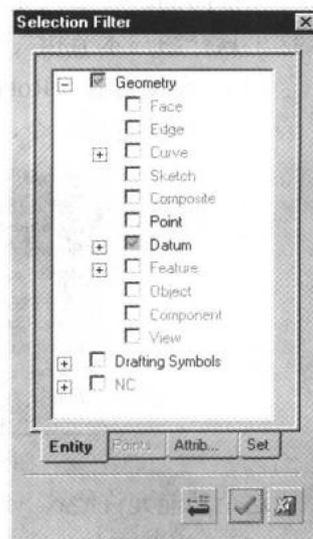

图1-11
- Shift + 鼠标的右键，调用选择过滤功能，如图1-11所示。